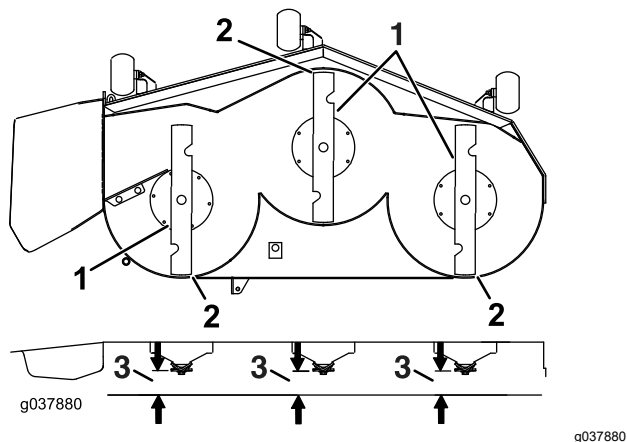

Figure 120
7. Vérifiez l'inclinaison avant/arrière des lames (Figure 120). Vérifiez que la pointe avant de la lame est plus basse que la pointe arrière, comme montré dans le tableau de hauteur de cales et d'inclinaison. Si un réglage est nécessaire, poursuivez cette procédure.